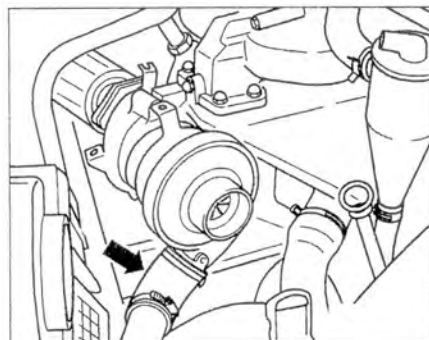

Рис. 4.48. Отсоедините нагнетающий патрубок (стрелка) от турбокомпрессора.
4. Отсоедините нагнетающий патрубок (стрелка) от турбокомпрессора (рис. 4.48).